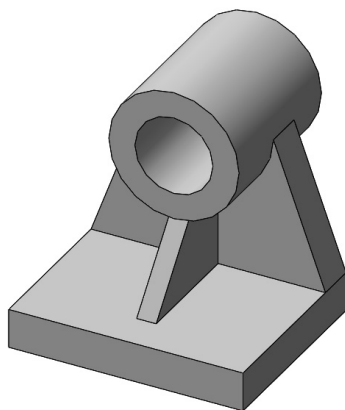

图 4-124 生成轴承座加强筋
- [4] 单击【确定】按钮，生成轴承座加强筋，如图 4-124 所示。